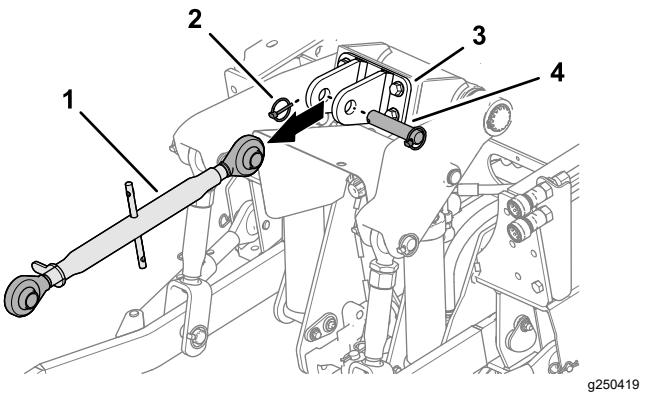

Figura 25
- Si están instalados, retire el pasador de seguridad, el pasador y el acoplamiento superior del enganche de 3 puntos del soporte del brazo superior (Figura 25).